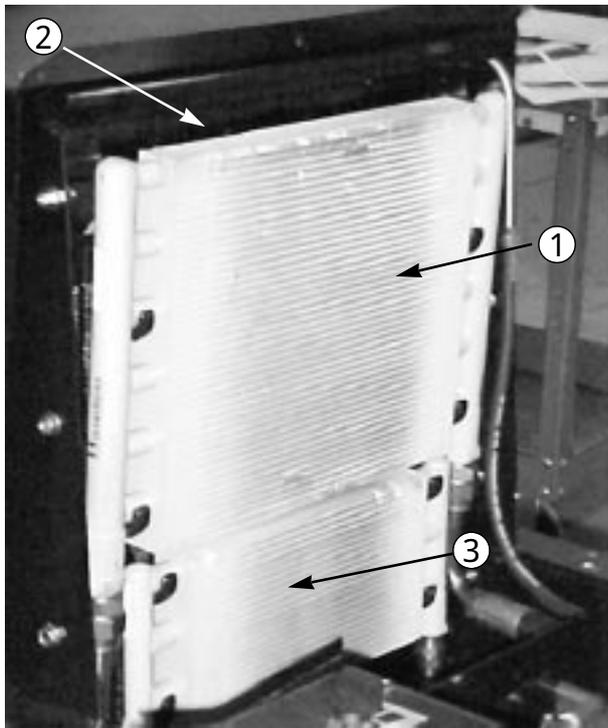

図 53
3. オイル・クーラー (図53) を少し持ち上げて前に傾け、オイル・クーラー、ラジエターの両側を水か圧縮空気でていねいに清掃する。